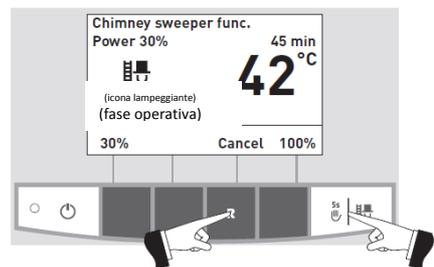

Fig. 23
– premendo il pulsante Cancel (Annulla) (Fig. 23)